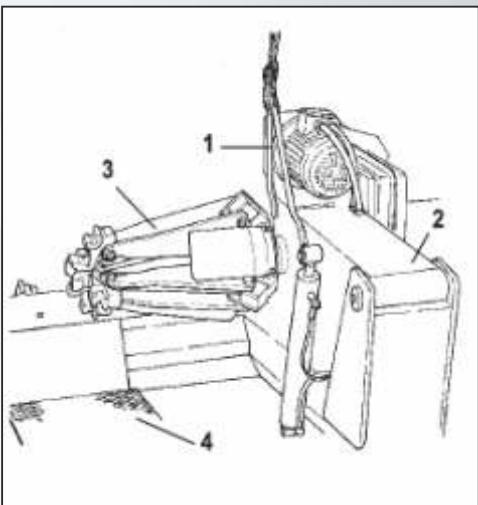

Рисунок 33
(на стенде для транспортировки установлена вилка 1 (рис. 33).
1) Опустите вниз до конца кронштейн самоцентрирующейся цанги 2 (рис. 33).
2) Полностью сложите кронштейны цанги 3 (рис. 33).
3) Каретку 4 (рис.33) до упора подведите к кронштейну.